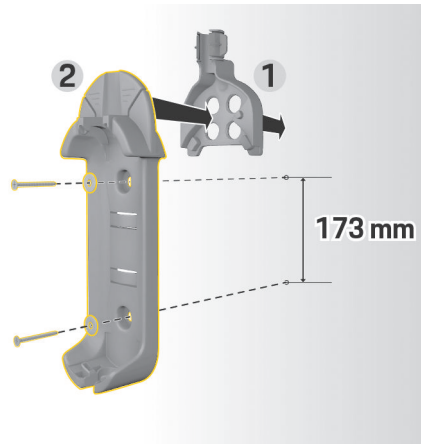

Abb. 6 Bohrmaße
3. Wandhalterung Basis 2 (Abb. 6) von vorne in die Kabelführung 1 (Abb. 6) eindrücken.